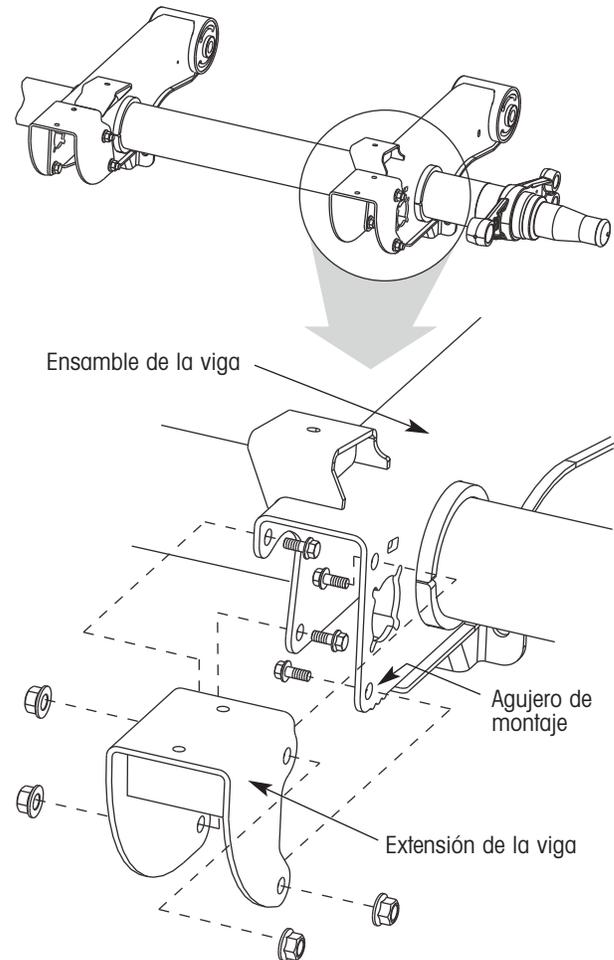

Figura 68. Instalación de la extensión de la viga en INTRAAX AAT 23K (AA230T), AAT 25K (AA250T) y AAT 30K (AA300T)
1. Deslice la extensión de la viga sobre el extremo de la viga de la suspensión trasera como se muestra en la figura 68. Alinee los agujeros en la extensión de la viga con los agujeros de montaje en la viga de la suspensión trasera.